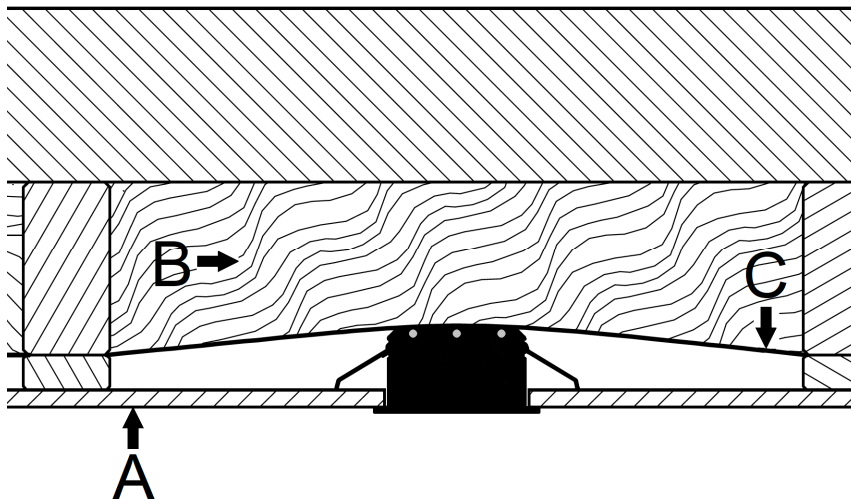

Abbildung 1
- Die LED-Leuchte ist zur Montage auf normal entflammbaren Oberflächen geeignet, z.B. auf Holz und Werkstoffen auf Holzbasis mit mehr als 2 mm Dicke (siehe Abbildung 1: Punkt A).
abgedeckt werden (siehe Abbildung 1: Punkt B). Die Einbaubedingungen des jeweiligen Herstellers sind zu beachten.
- Bei Einsatz einer sogenannten Dampfbremse bzw. Dampfsperre (siehe Abbildung 1: Punkt C) sind die Einbaubedingungen und Temperaturbeständigkeit des jeweiligen Herstellers zu beachten. Erforderlich ist eine dauerhafte Temperaturbeständigkeit $\geq 80^{\circ}\text{C}$